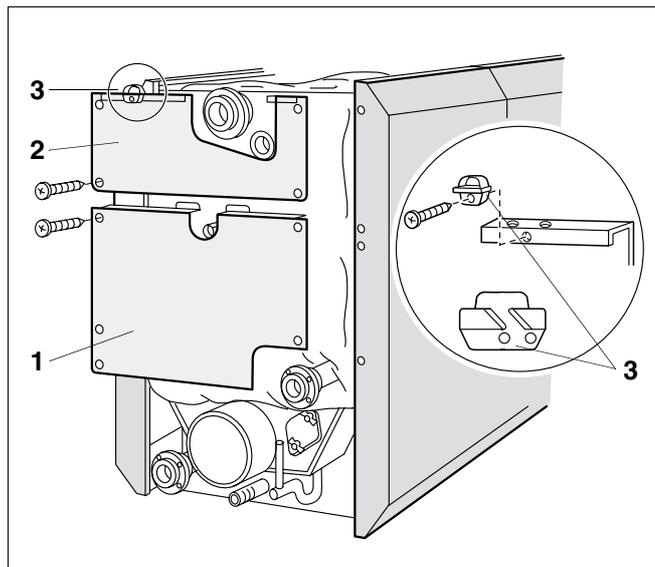
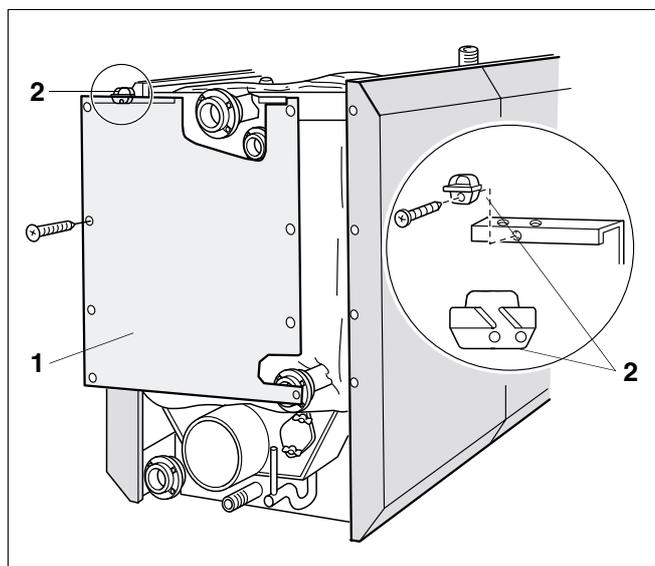

Fig. 11 Avvitare gli elementi del pannello posteriore (grandezza caldaia 145 kW fino a 310 kW)
Fig. 12 Avvitare il pannello posteriore (grandezza caldaia 400 kW fino a 640 kW)
Per le caldaie da 145 kW fino a 310 kW il pannello posteriore è composto da 2 elementi (fig. 11), per le caldaie da 400 kW fino a 640 kW da un unico elemento (fig. 12).
- Avvitare l'elemento inferiore del pannello posteriore con 5 viti autofilettanti alla piegatura dei pannelli laterali (grandezza caldaia 145 kW fino a 310 kW) (fig. 11).
- Inserire l'elemento superiore del pannello posteriore con la piegatura a Z dietro l'elemento inferiore, accostarlo alla piegatura dei pannelli laterali ed avvitarlo con 4 viti autofilettanti (fig. 11).
- Avvitare 1 o 2 fermacavo oppure un canale passacavi all'elemento superiore del pannello posteriore (fig. 11).
- Avvitare il pannello posteriore con 4 viti autofilettanti per lato sulla piegatura dei pannelli laterali destro e sinistro (grandezza caldaia 400 kW fino a 640 kW) (fig. 12).
- Avvitare 1 o 2 fermacavo oppure un canale passacavi alla piegatura in alto (fig. 12).